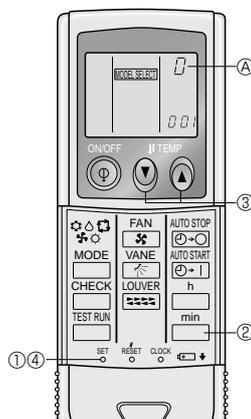

Fig. 7-12
5) Назначение пульта дистанционного управления каждому блоку (Fig. 7-12)